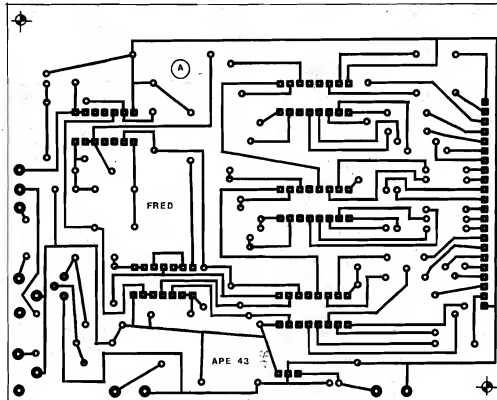

Fig.5
- FIG. 5 - LAY OUT DO CIRCUITO IMPRESSO DA PLACA PRINCIPAL (A) - Embora inevitavelmente maior (com relação à placa B), o Circuito Impresso da placa principal é ainda simples, sem excessivos "congestionamentos" ou densidade... Também em escala 1:1, o padrão de ilhas e pistas é de fácil reprodução, devendo o Leitor observar apenas os "velhos" cuidados com a perfeita disposição das ilhas dos Integrados, das ilhas da barra de conexão inter-placas (alinhadas junto a uma das bordas menores da placa) e ainda das várias trilhas estreitas (convém conferir tudo várias vezes, durante as etapas da confecção, após a traçagem, depois da corrosão, após a furação e limpeza, etc., de modo a não deixar "escapar" nadinha...). Lembrai sempre que da perfeição da placa depende praticamente todo o sucesso (ou insucesso...) de qualquer montagem, das mais simples às mais complicadas...